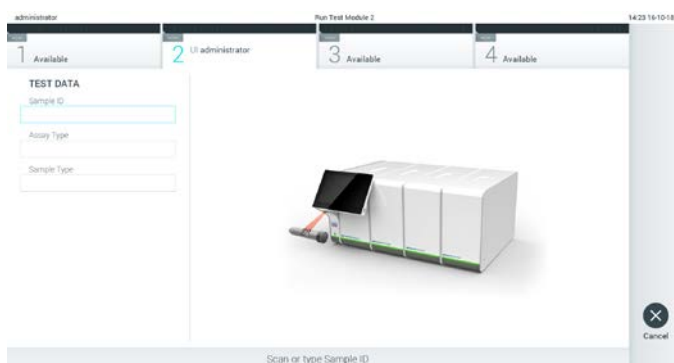

Figura 23. Lendo o código de barras de ID da amostra.
2. Quando solicitado, leia o código de barras de ID da amostra com o leitor de códigos de barras integrado no Módulo operacional (Figura 23).